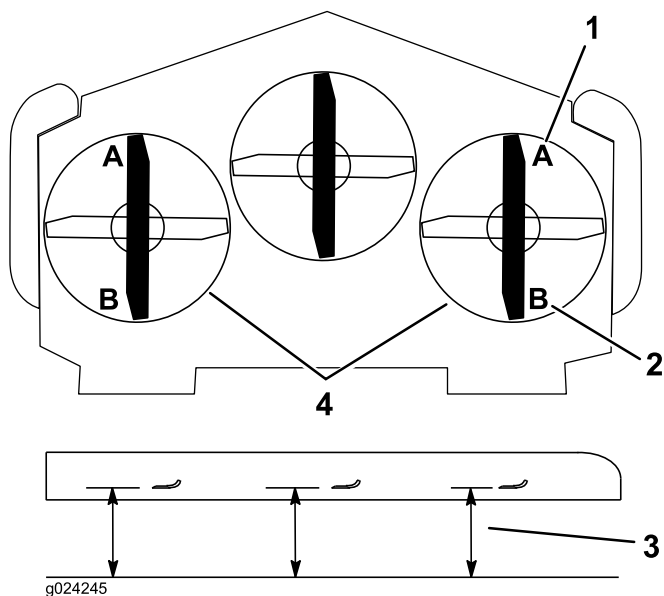

Figura 86
8. En ambos lados de la carcasa, mida desde la superficie nivelada hasta la punta delantera de la cuchilla (Posición A) (Figura 86).
Nota: La distancia debe ser de 76 mm; consulte Figura 86.
14. En ambos lados de la carcasa, mida desde la superficie nivelada hasta la punta trasera de la cuchilla (Posición B). Asegúrese de que la distancia es de 8,3 cm (Figura 86).